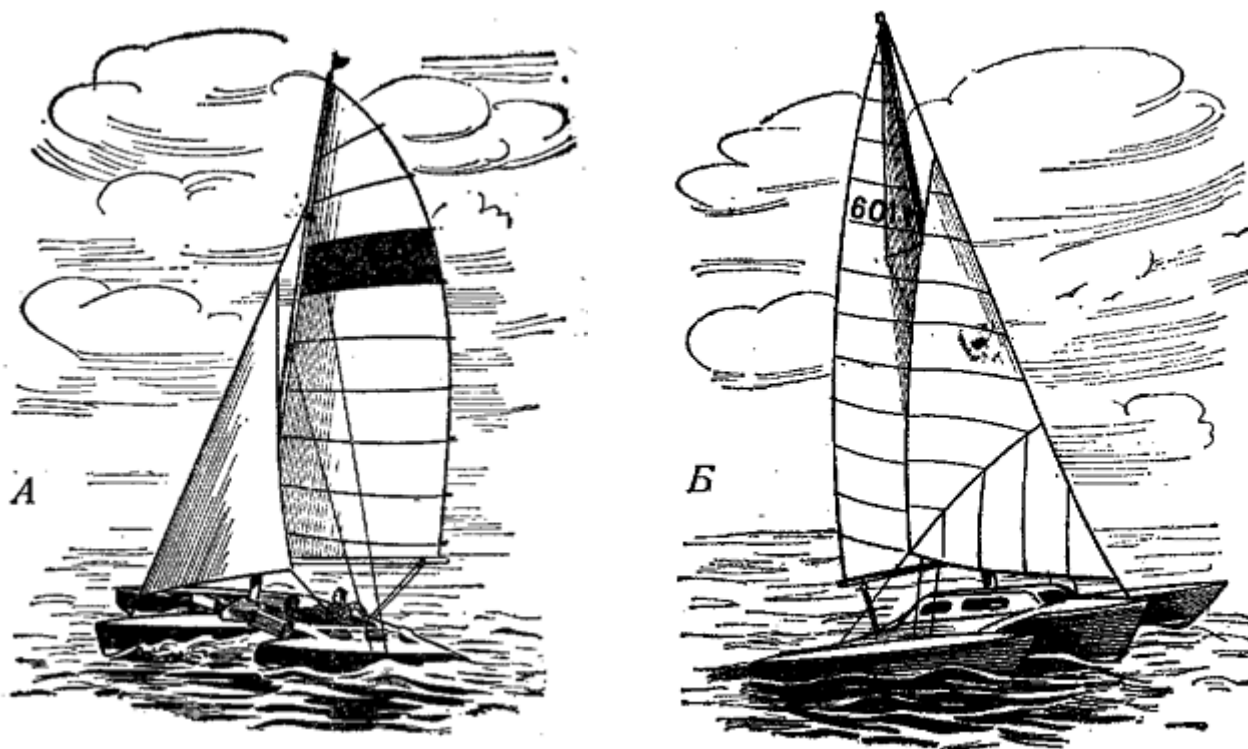

Рис. 8. Тримаран:
**Тримараны (рис. 8)** имеют три корпуса: средний (более широкий, чем у катамаранов, но намного уже, чем у яхт) и два разнесенных и слегка приподнятых боковых, очень узких. Боковые корпуса, по существу, являются поплавками,